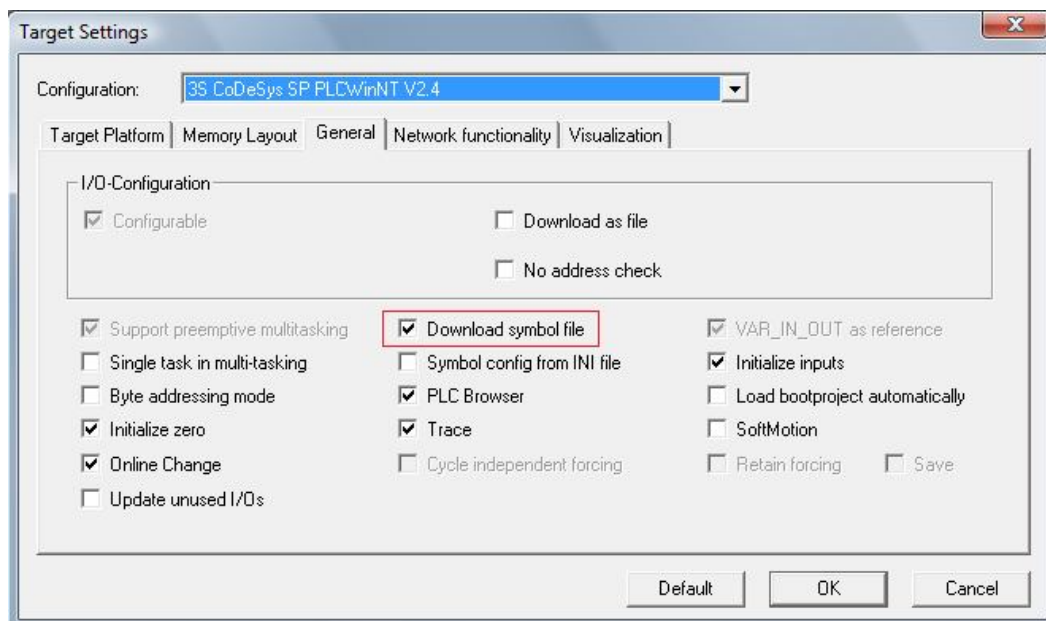

Рис. 44. Настройка целевой платформы.
1. Создать программу (проект) в среде CoDeSys целевой платформой 3S CoDeSys SP PLC WinNT V2.4. При настройке целевой платформы следует установить параметр *Download symbol file* вкладки *General* (рис. 44). Главная программа контроллера PLC\_PRG в нашем случае будет написана на языке FBD (Function Block Diagram).